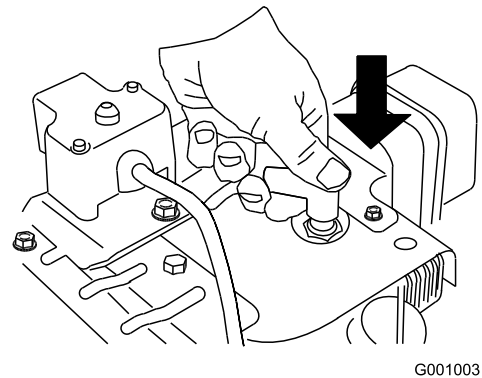

Figura 19
1. Collegate il cavo della candela (Figura 19).